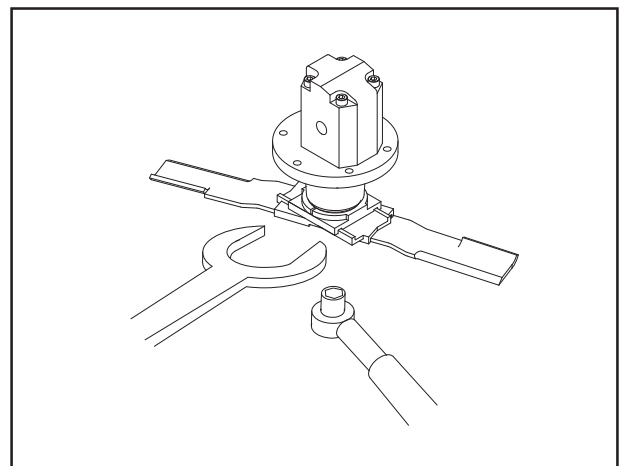

Abb. 23
5. Messerschraube mit Drehmomentschlüssel mit 95 Nm (70 ft lb) anziehen (Abb. 23).